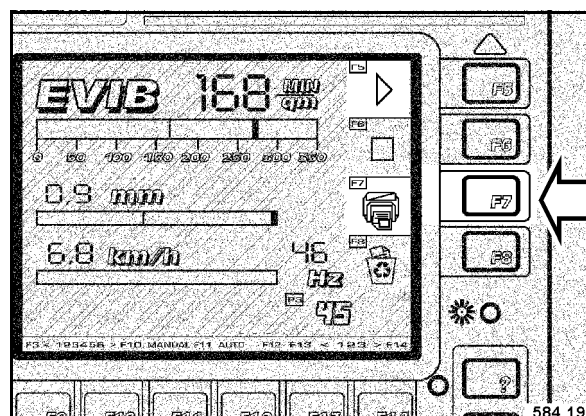

Fig. 82
- Después de terminar la medición pulsar la tecla F7 „DRUCKEN“ (imprimir) (Fig. 82).